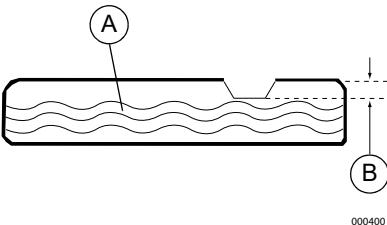

Figura 2-13. Añadir el combustible recomendado
4. Añada lentamente el combustible recomendado (A). No llene el depósito en exceso (B). Consulte la Figura 2-13.